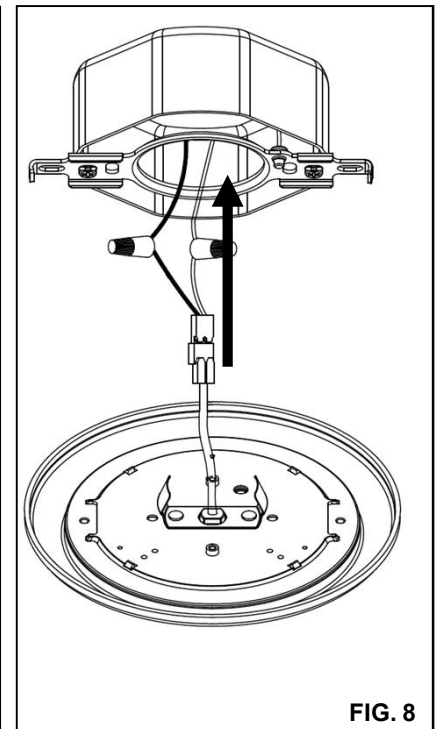

FIG. 8
5. Tuck all wires into junction box, then align spring bracket with center hole of the mounting bracket and push the luminaire into junction box. (FIG. 8)
5. Meta todos los cables en la caja de alimentación y luego alinee el resorte con e agujero central del soporte de montaje y empuje la luminaria en la caja de conexiones. (FIG. 8)
5. Rentrer tous les fils dans la boîte de jonction, puis aligner le support de ressort avec le trou central du support de montage et pousser le luminaire dans la boîte de jonction. (**FIG. 8**)